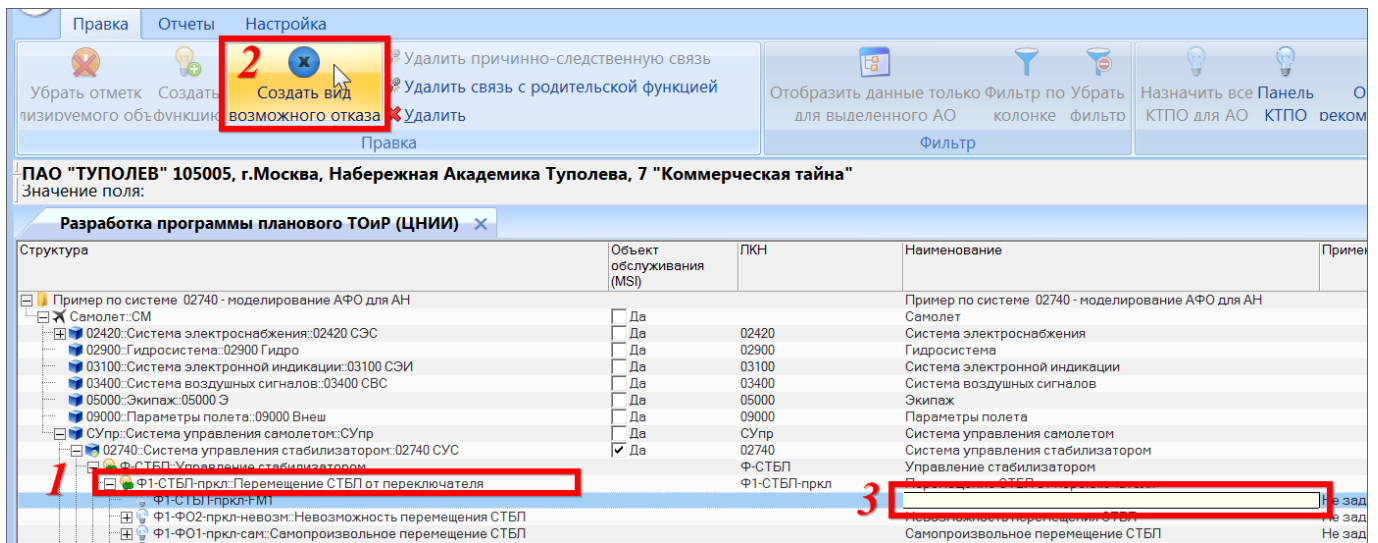

Рис. 11-124 – Создание ФО для выбранной функции
- 3) Выбрать функцию или ФО для функции и нажать кнопку «Создать вид возможного отказа» панели «Правка» (рис. 11-124).